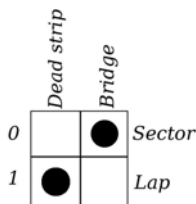

Figura 34: puente Ds sensor de sector, corte de pista sensor de final de vuelta.
Para que el puente DS sea interpretado por la *Track Interface* como sensor de sector y el corte de pista como sensor de final de vuelta, es necesario ajustar el doble *switch* (5) como mostrado en la figura 34.